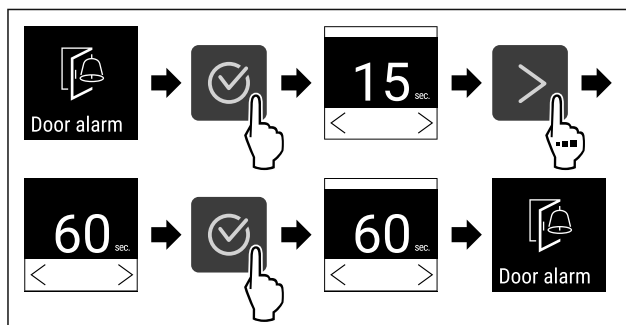

Fig. 87
- Eseguire i passi (vedere Fig. 87) .